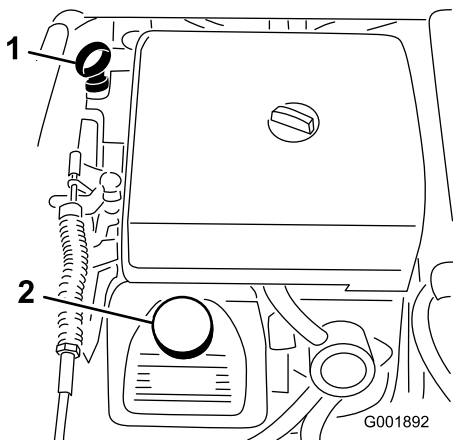

図 20
2. ディップスティックを抜き、ウェスで一度きれいに拭く(図 20)。ディップスティックを、チューブの根元までもう一度しっかりと差し込む。ディップスティックを引き抜いて油量を点検する。
3. 油量が少なければ、バルブカバーの上についている補給口(図 20)を開け、ディップスティックの Full マークまでオイルを補給する；オイルの種類や粘度の選択については「エンジンの保守」の章の「エンジン・オイルについて」を参照。補給するときは、ディップスティックで確認しながら少量ずつ入れる。入れすぎないように注意してください。